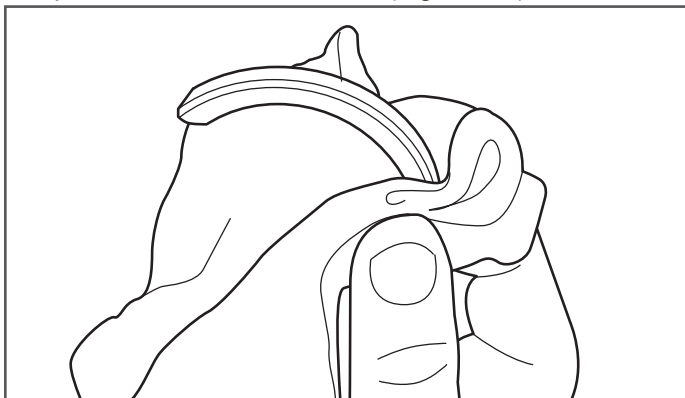

Figure 9-6
6. Essuyez les anneaux fendus et vérifiez qu'ils ne comportent aucun défaut visible (Figure 9-6).